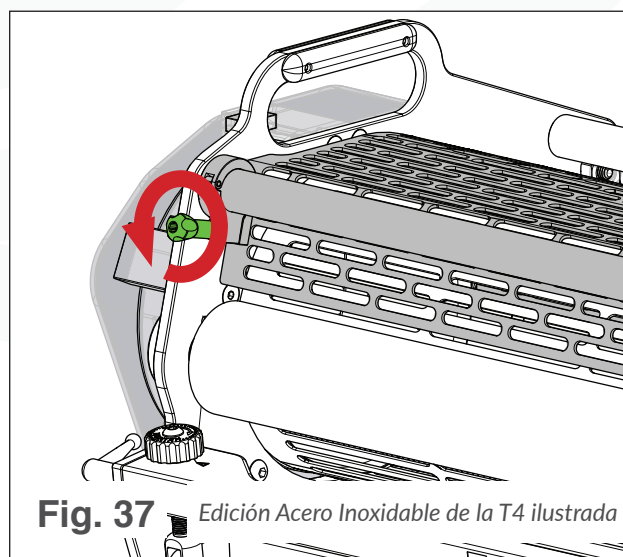

Fig. 37 Edición Acero Inoxidable de la T4 ilustrada
- c. Con una llave hexagonal de 5/32, afloje las perillas del protector del tambor (ver Fig. 37).